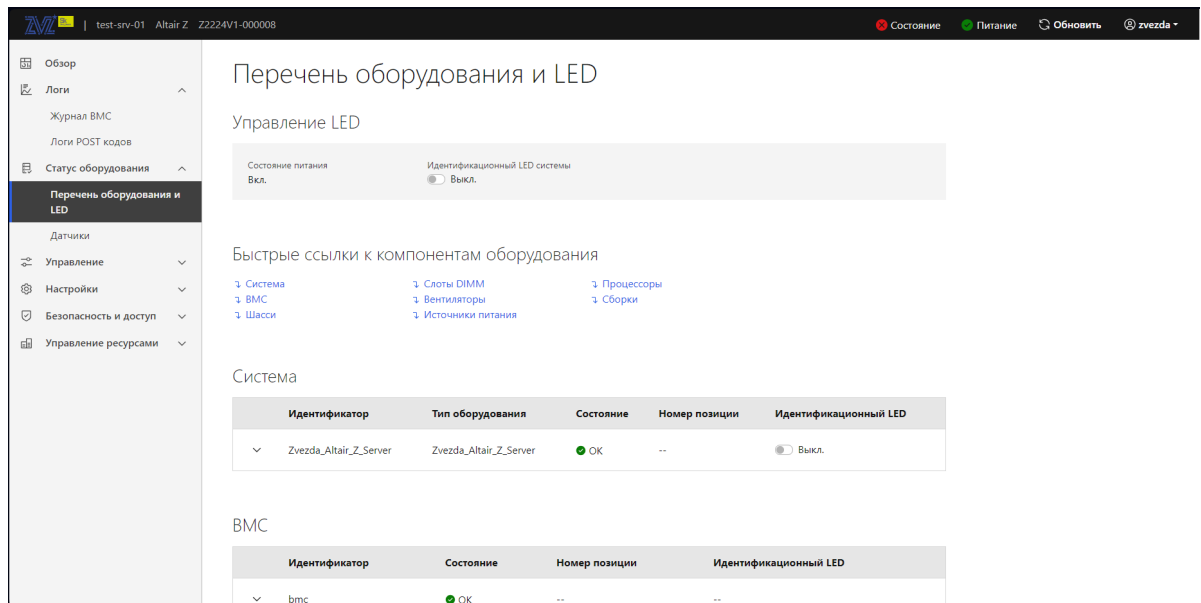

Рис. 75. Окно «Перечень оборудования и LED»
4) Пройдите во вкладку «Статус оборудования» → «Перечень оборудования и LED» в данной вкладке отображается перечень и статус оборудования. В поле «Управление LED» отображается состояние питания, переведите переключатель «Идентификационный LED системы» в активное положение для включения светодиода индикации сервера. В поле «Быстрые ссылки к компонентам оборудования» приведен список быстрых ссылок к компонентам сервера и их состоянию. В поле «Система» отображается тип оборудования и его состояние. В поле «BMC» отображается состояние BMC. Окно показано на рис. 75 **Окно «Перечень оборудования и LED»**